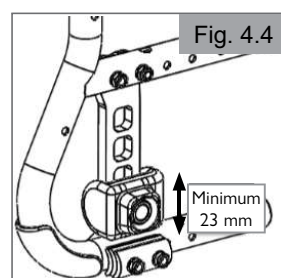
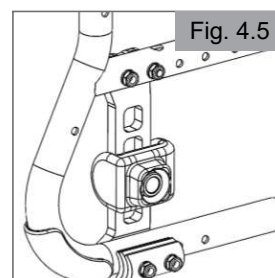

Fig. 4.4
Fig. 4.5
- À l'aide d'une clé hexagonale de 5 mm, fixez les adaptateurs pour support d'axe (3) et les éléments de fixation (2) sur les plaques d'axe (4). Le centre des adaptateurs pour support d'axe et le centre du canon d'axe (5) doivent être alignés.
Remarque : Le canon d'axe (5) doit être à une distance d'environ 23 mm du cadre. Si l'adaptateur (3) ne se positionne pas comme illustré à la Fig. 4.4, il faudra déplacer le centre de gravité à la position suivante, comme le montre la Fig. 4.5.
- Serrez les vis (2) au couple de 9 Nm.